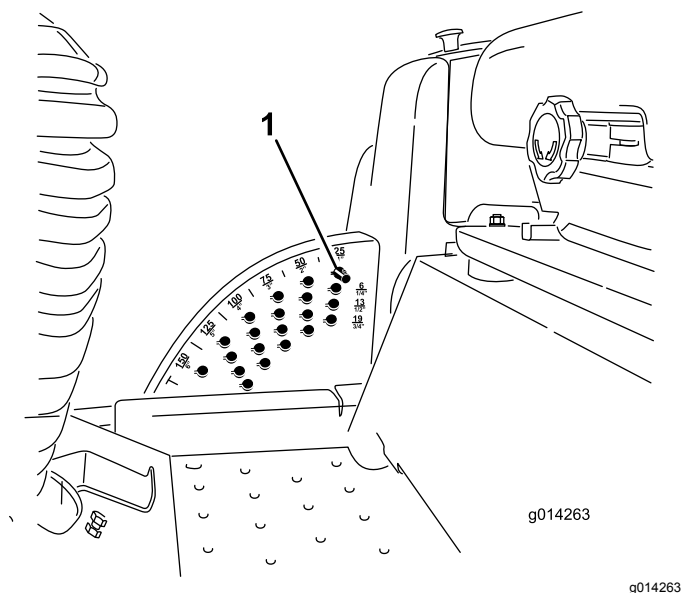

Figure 25
1. Lorsque le moteur tourne, repoussez la commande de levage du tablier de coupe en arrière jusqu'à ce que le tablier soit complètement levé puis **relâchez immédiatement** la commande comme montré à la Figure 25.
2. Tournez la goupille de hauteur de coupe jusqu'à ce que la saillie soit en face des fentes dans les trous du support de hauteur de coupe et déposez-la (Figure 25).
3. Placez la goupille dans le trou du support correspondant à la hauteur de coupe voulue et tournez-la pour la verrouiller en place (Figure 25).
**Remarque:** Il y a 4 rangées de trous (Figure 25). La première rangée donne la hauteur de coupe indiquée au-dessus de la goupille. La deuxième rangée donne la hauteur indiquée plus 6 mm (0,25 po). La troisième rangée donne la hauteur indiquée plus 12 mm (0,5 po). La dernière rangée donne la hauteur indiquée plus 18 mm (0,75 po). Un seul trou, situé dans la